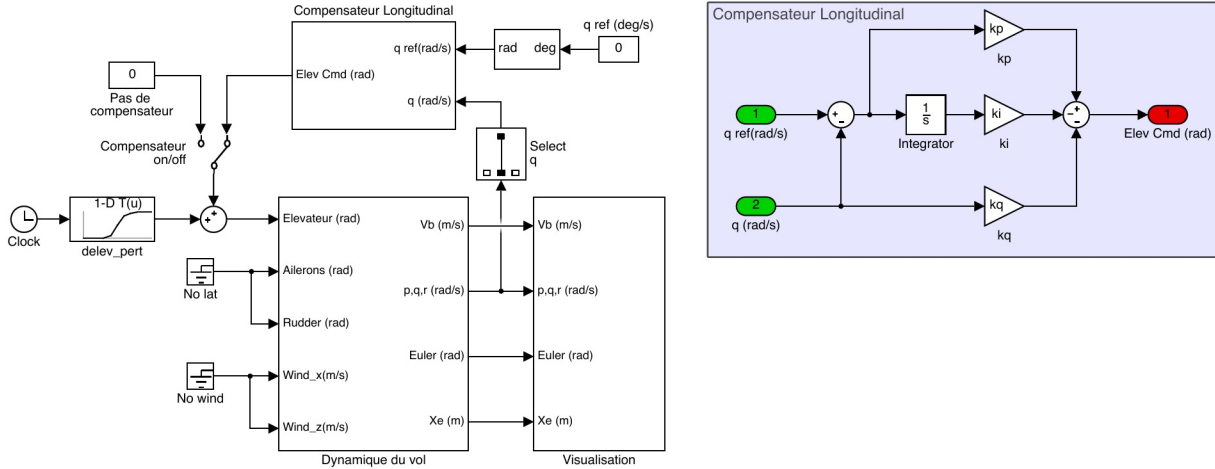

FIGURE 3 – Schéma Simulink pour la commande en tangage
- b) Relevez les valeurs des gains obtenues et créez votre système de commande de vol sur le Simulink (voir Figure 3).